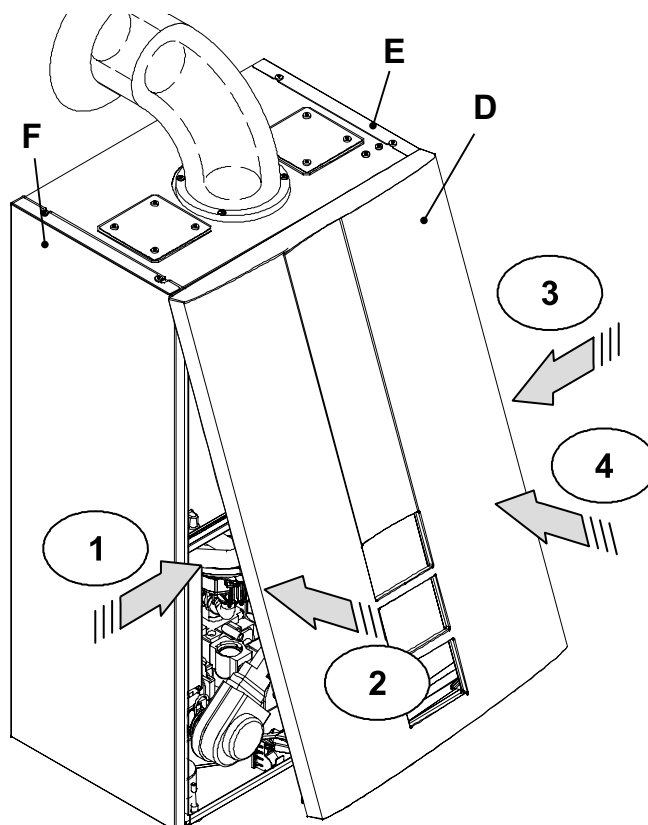

Figura 9.4
- Premere la molla verso l'interno e contemporaneamente spingere il pannello frontale D fino al suo completo aggancio (Figura 9.4) sequenza 1-2.
- Ripetere la stessa sequenza sul lato opposto del pannello frontale D , (Figura 9.4) sequenza 3-4.